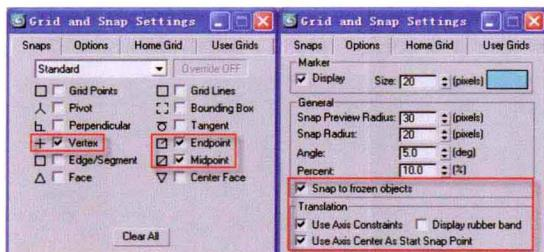

图1-10
⑩ 在制作模型的时候，捕捉工具也使用得十分频繁，在主工具栏中，右击³（三维捕捉）按钮，在Grid and Snap Settings（网格和捕捉设置）面板中设置Vertex（顶点）、Endpoint（端点）和Midpoint（中点）这3个参数，接着在Options（选项）选项卡中设置Snap to frozen objects（捕捉到冻结对象）和Use Axis Constraints（使用轴约束）参数，如图1-10所示。